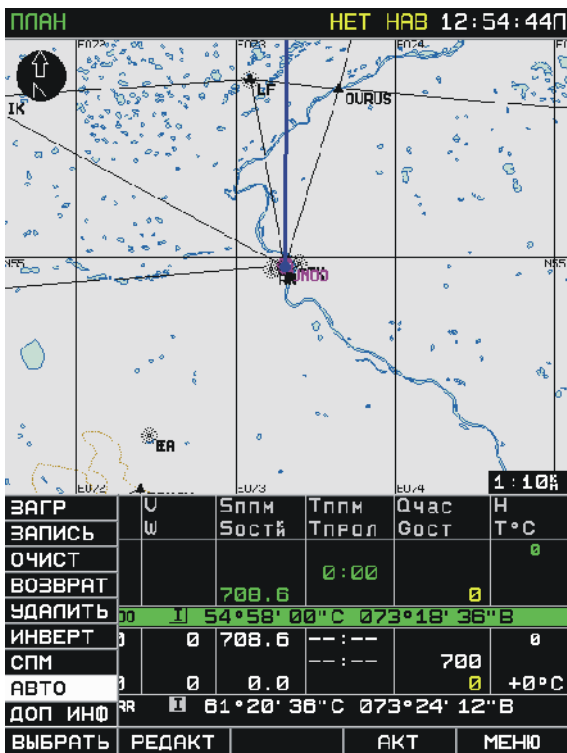

Рис. 55. Выбор функции автоматического планирования маршрута
5. Перейти в режим автоматической прокладки маршрута, для чего нажать кнопку ВЫБРАТЬ и в выпадающем меню манипулятором курсора выбрать строку АВТО (Рис. 55). В результате на дисплее появятся информационные поля для уточнения допустимых эшелонов в планируемом полете.
8. Последовательно нажать: кнопку ВЫБРАТЬ, из всплывающего подменю выбрать АВТО и нажать ВЫБРАТЬ для выполнения процедуры автоматического планирования маршрута полета (Рис. 55).